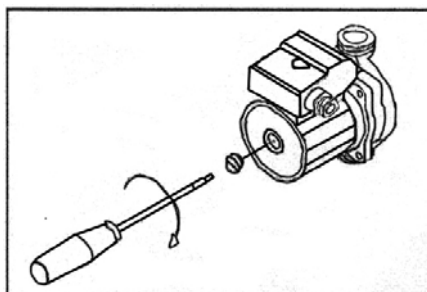

Рис.6 Проверка циркуляционного насоса
-Если котёл не эксплуатировался в течение долгого периода времени, проверьте, не заблокирован ли циркуляционный насос. Это может быть произведено следующим образом: при помощи отвёртки открутите заглушку насоса и проверните его вал несколько раз туда и обратно (рис.6). Плотно закрутите заглушку.